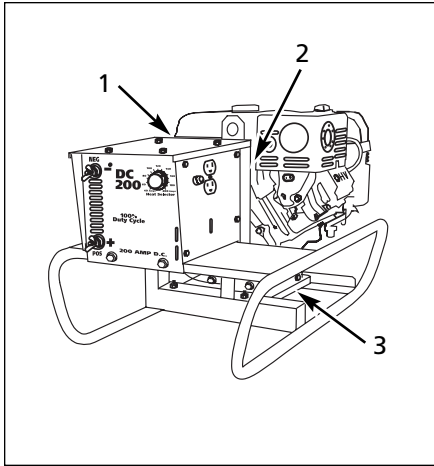

Figure 4 - 200
1. Retirer le couvercle de la courroie (voir la figure 4, référence 1).
2. Retirer l'écran de sécurité (4 boulons) voir la figure 4, référence 2).
3. Desserrer le boulon de verrouillage de l'alternateur près du ventilateur (voir la Figure 4, Référence 1).
4. Ajuster la courroie en tournant la vis d'ajustement de la courroie. (Figure 4, référence 1).
4. Desserrer les boulons de montage de l'unité de soudure (4) (voir figure 4, référence 3) et déplacer le moteur vers l'avant ou vers l'arrière pour atteindre l'alignement parfait. Resserrer les boulons de montage avec les courroies alignées.